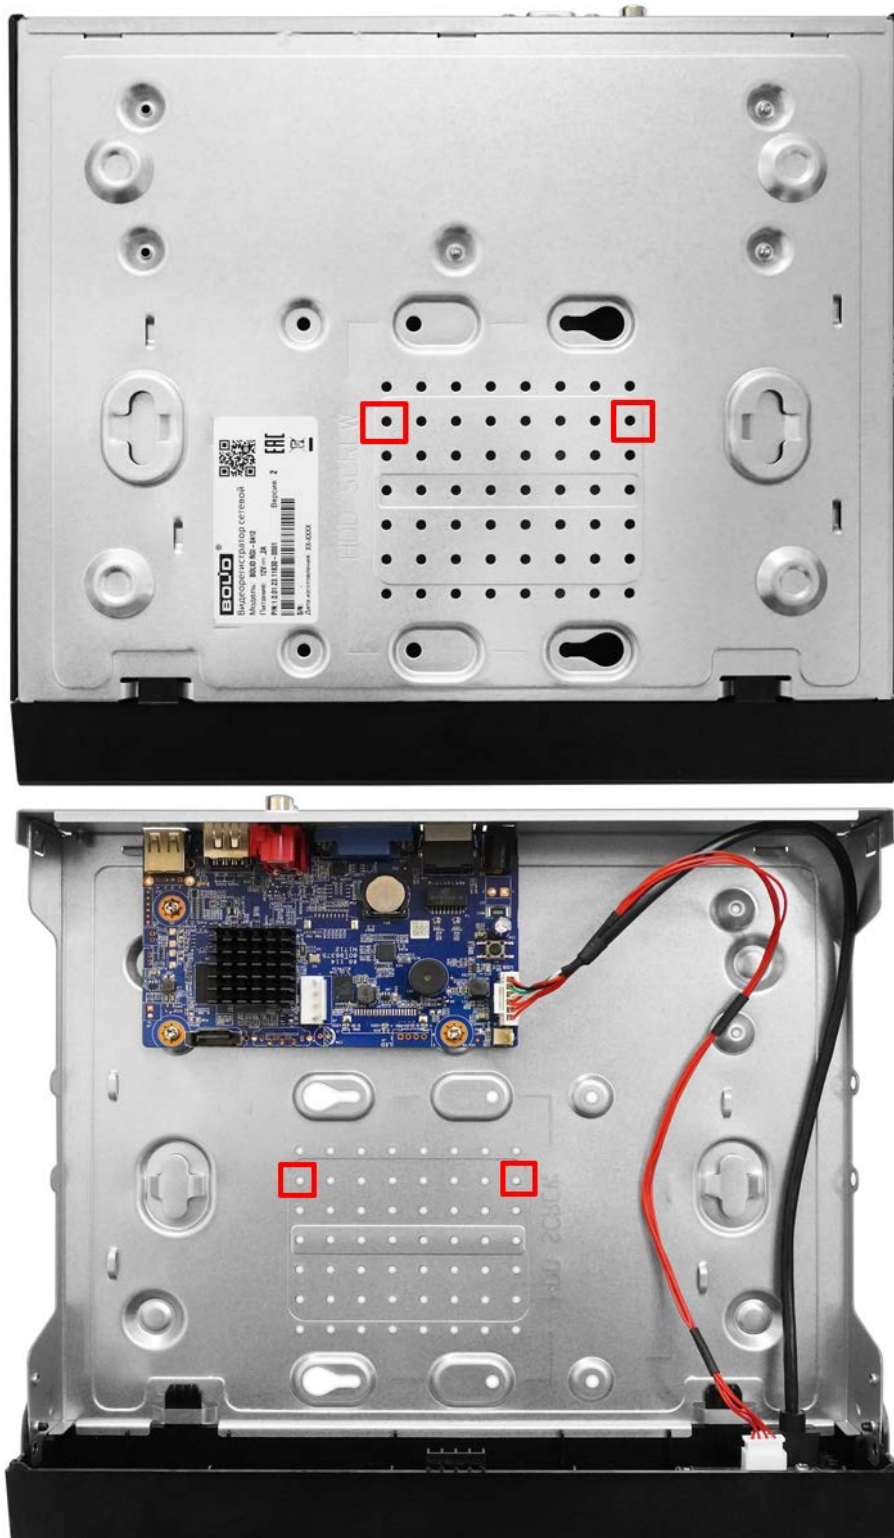

Рисунок 5.11 – Монтаж. Тип D
2. На дне корпуса видеорегистратора находятся отверстия для соединения и фиксации видеорегистратора к кронштейну (Рисунок 5.11).